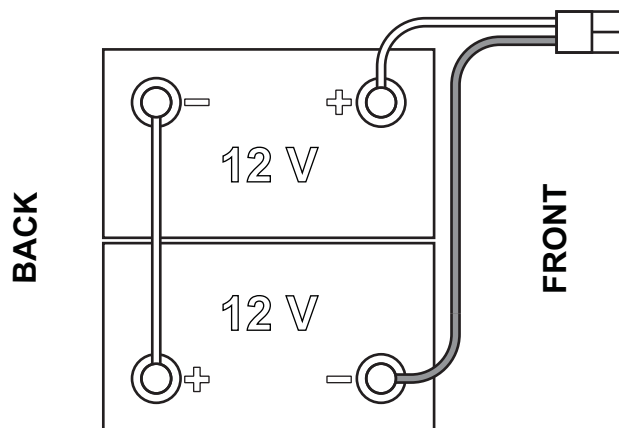

Figura 1
Utilajul funcționează cu 2 baterii de 12 V, conectate conform schemei prezentate în Figura 1.
1. Scoateți cheia utilizatorului (52).
2. Deconectați conectorul bateriei apăsând pe butonul de urgență (5).
3. Ridicați capacul (18) și verificați dacă rezervorul de recuperare (17) este gol, în caz contrar goliiți-l cu ajutorul furtunului de scurgere (26).
4. Închideți capacul (18).
5. Apucați de mâner (35) și ridicați cu atenție ansamblul rezervorului de recuperare (17).
8. Poziționați și instalați cablul bateriei în modul indicat în Figura 1, apoi strângeți cu atenție piulița pe fiecare bornă de baterie.
9. Amplasați capacul de protecție pe fiecare bornă, apoi conectați conectorul bateriei (6).
10. Decuplați tija de susținere (36), apoi prindeți mânerul (35) și coborâți cu grijă ansamblul rezervorului de recuperare (17).